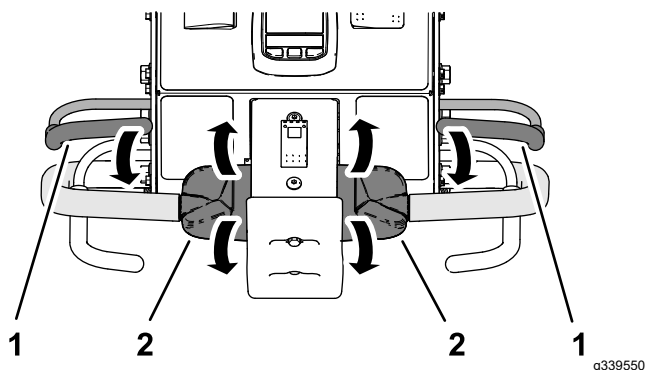

Figure 32
2. Serrez l'une des barres de présence de l'utilisateur contre la poignée du timon et tournez la commande de déplacement (Figure 32) vers l'avant ou l'arrière, puis démarrez le moteur.